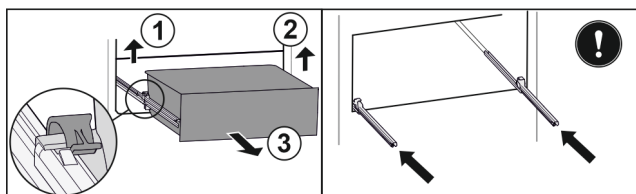

Fig. 119
- ▶ Levante la brida izquierda y, simultáneamente, tire de la parte izquierda del cajón hacia delante. Fig. 119 (1)
- ▶ Levante la brida derecha y, simultáneamente, tire de la parte derecha del cajón hacia delante. Fig. 119 (2)
- ▶ Extraiga el cajón hacia delante. Fig. 119 (3)